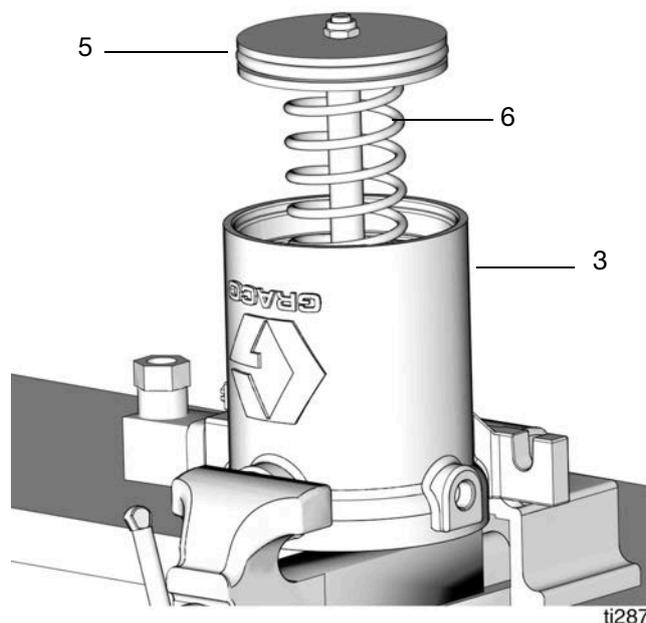

FIG. 33
9. Placez le ressort (6) sur la tige de piston (34) et mettez le ressort et la tige de piston dans le cylindre pneumatique (3) (Fig. 33).